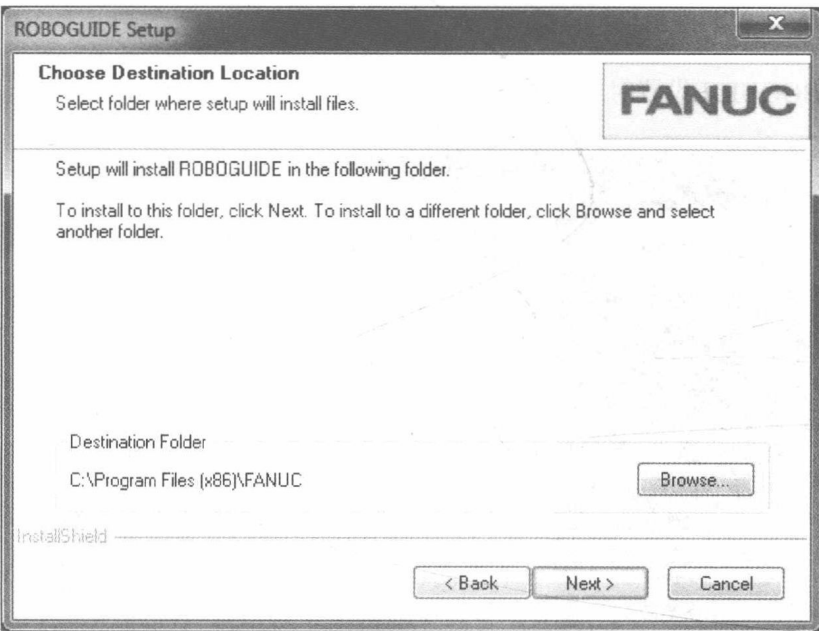

图 2-5
4) 显示ROBOGUIDE设置选择目标位置对话框。安装路径显示在目标文件夹。如果要更改目标文件夹，单击“**Browse...**”（浏览...）按钮，并指定目标文件夹即可。指定目标文件夹后，单击“**Next**”按钮，如图2-5所示。